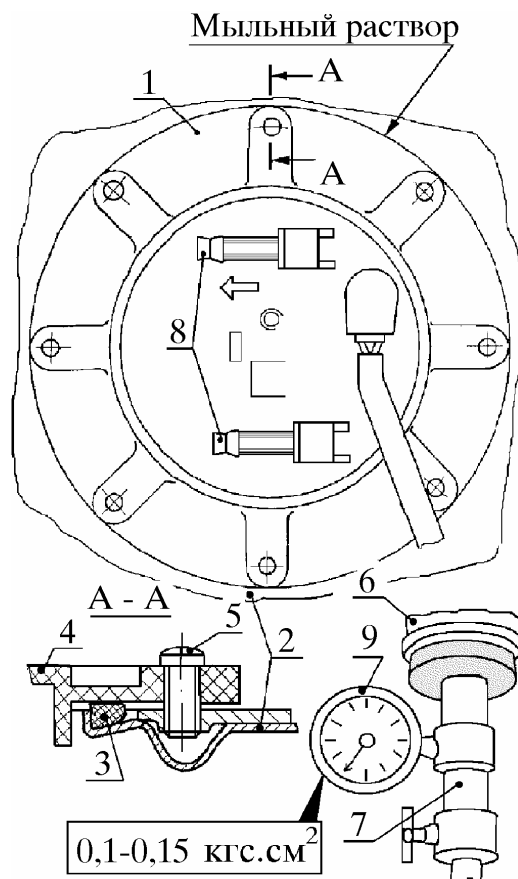

Рис. 7. Установка модуля погружного электробензонасоса в топливный бак и проверка герметичности соединений:
7.1. Установить модуль 1 (рис. 7) погружного электробензонасоса в топливный бак 2 автомобиля в последовательности, обратной снятию (см. пп 5.8.3, 5.8.4), при этом выполнить следующие технические требования: